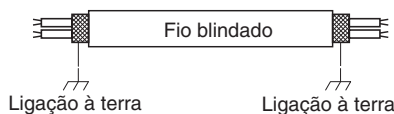

Fig. 4-6
- (5) Utilize fios blindados para a instalação eléctrica de controlo entre unidades (c) e ligue a blindagem à terra em ambos lados; caso contrário, pode ocorrer um mau funcionamento devido ao ruído. (Fig. 4-6)